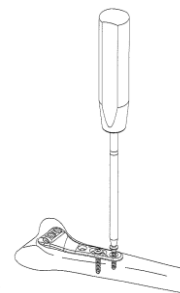

図 2
- 2) ヘクスローブ 10 ドライバーを用いて、骨幹部の 2.7 コーティカルスクリューを抜去します。(図 2)